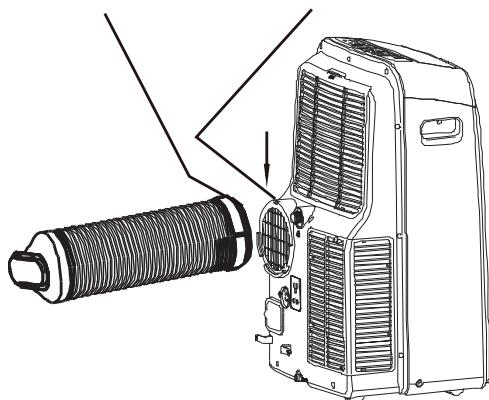

Fig.17
2. langs de Reset de haak van de uitlaat slang in het gat zetel van de luchtslang en glijd de Uitlaatslang richting van de pijl (zie Fig.17) voor de installatie